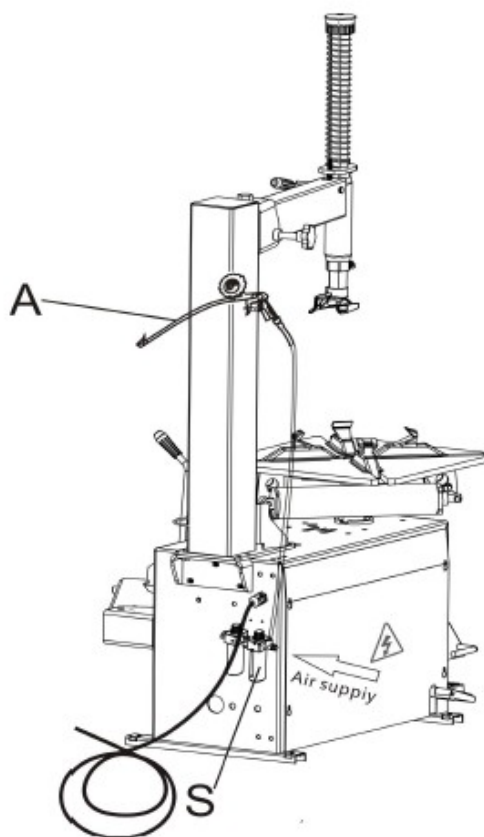

Рис. 8
- Подключение к пневмосистеме Подсоедините пистолет для накачки А к соединительной муфте, расположенной над воздушным фильтром S; закрепите пистолет на крюке колонны (рис. 8); подключите источник сжатого воздуха к муфте, расположенной между лубрикатором и воздушным фильтром (рис. 8).